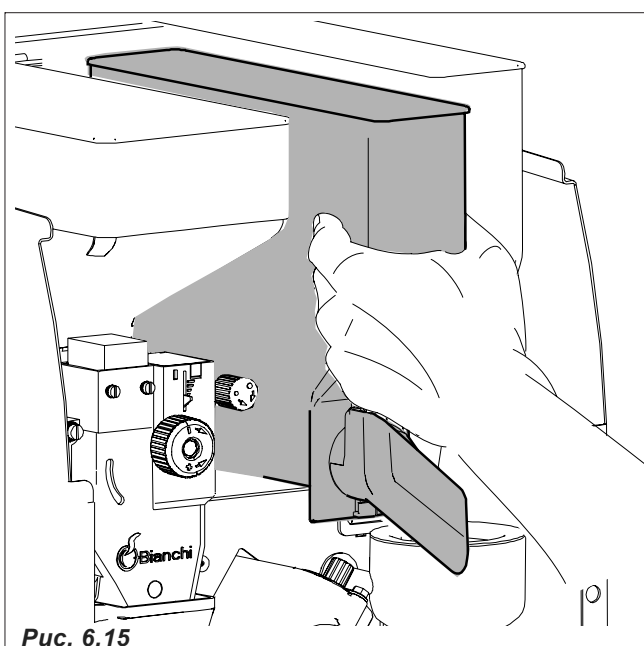

Рис. 6.15
- снимите все контейнеры для продуктов с торгового автомата (рис. 6.15).